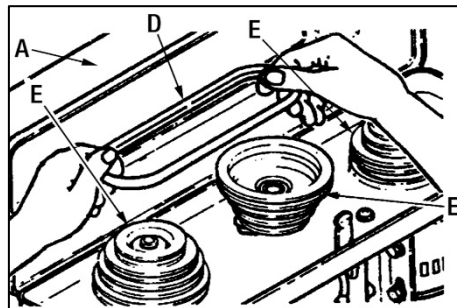

Рисунок 13.
Откройте кожух (A) сверильной головки (рис. 13), ослабьте фиксаторы натяжения ремней, расположенные с обеих сторон сверильной головки (рис. 1, поз. 3, 9).